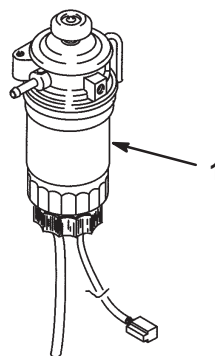

Figure 37
1. Nettoyez la surface autour des supports de la cartouche du filtre (Fig. 37 ).